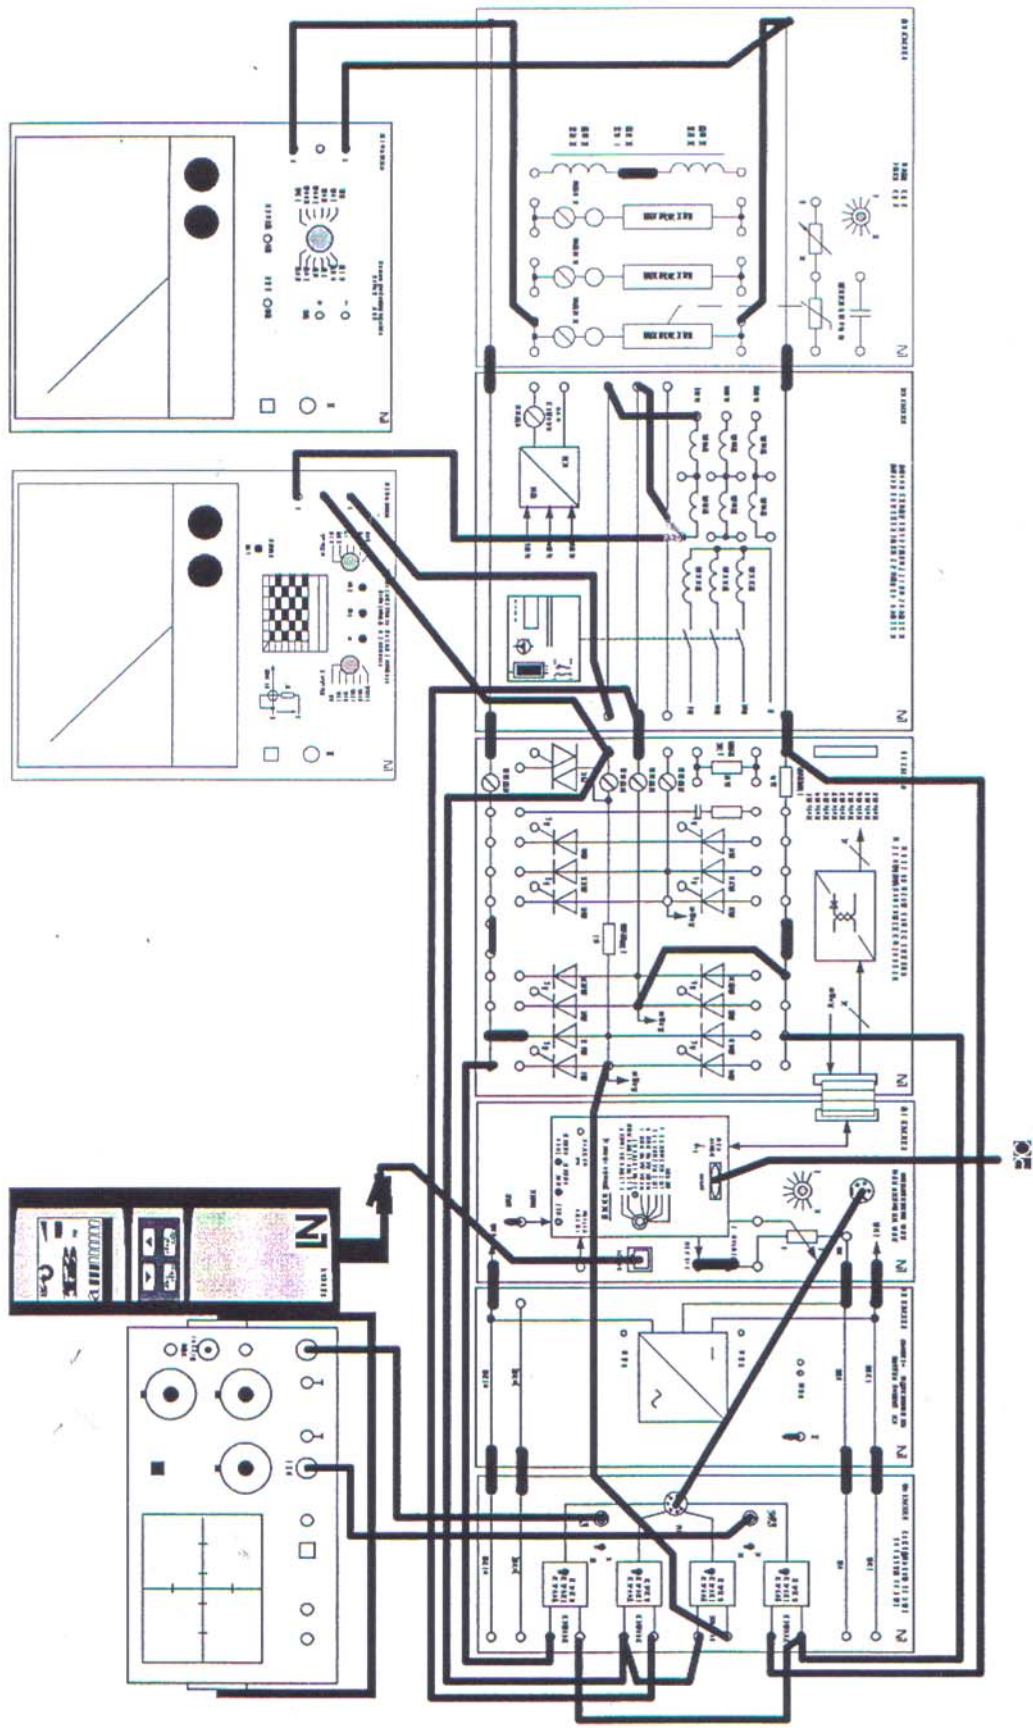

Fig I.10 : Schéma de connexions d'un redresseur monophasé simple alternance non commandé
- Réalisez le circuit électrique comme indiqué dans la **figure I.10**
Après avoir terminé la connexion du circuit ci-dessus (Fig I.10), vous pouvez effectuer l'expérience comme suit :
1. Répétez l'expérience (*Figure I.10*) pour une charge RL, résistance de charge $R=720\Omega$ et Inductance $L=1.2 H$
5. Répétez l'expérience (*Figure I.10*) pour une résistance de charge RL et avec Diode à Roue Libre (DRL) $R=720\Omega$ et Inductance $L=1.2 H$